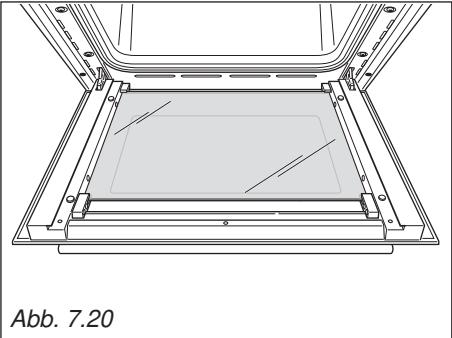

Abb. 7.20
- Entfernen Sie das mittlere Glassegment durch vorsichtiges Bewegen von den Halteklemmen, siehe Abb. 7.20.